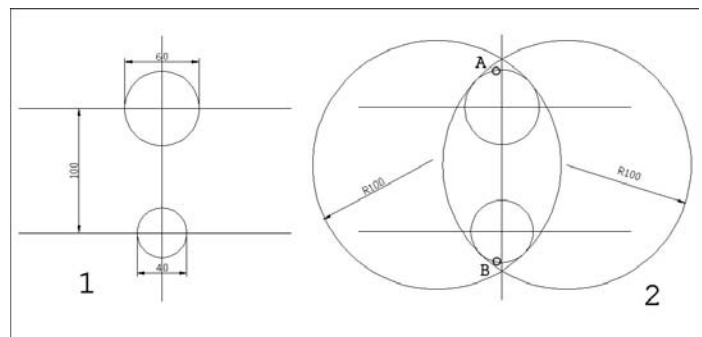

Fig.4.34
- Tracer deux cercles TTR de rayon 100 mm. Pour celui de droite pointer les cercles de tangences en A et B juste à gauche de l'axe vertical. Pour le cercle de gauche pointer les cercles de tangences en C et D juste à droite de l'axe vertical (fig.4.34).